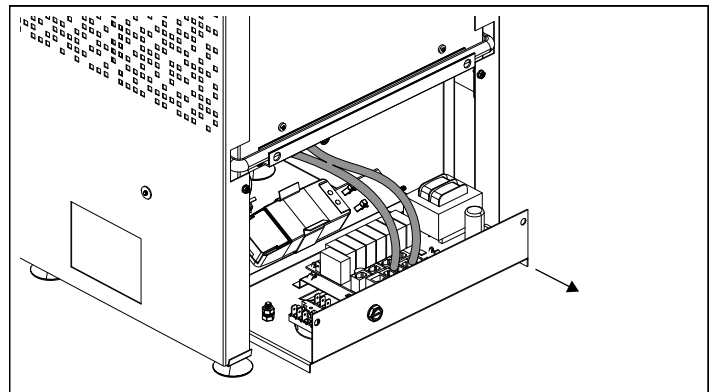
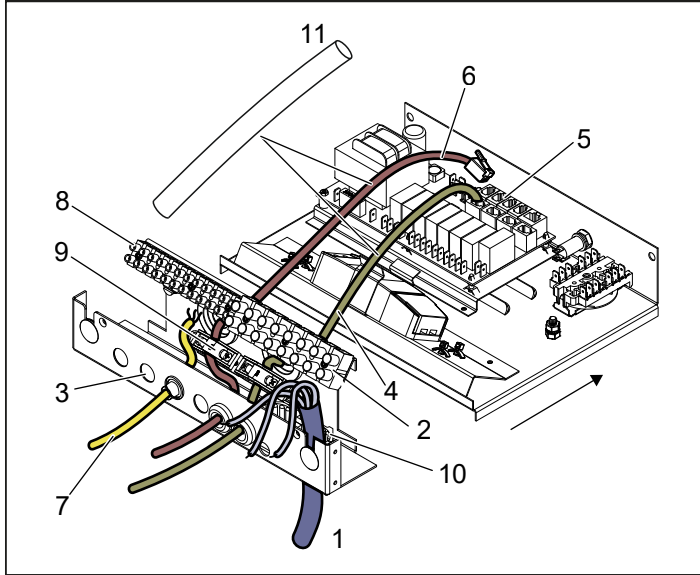
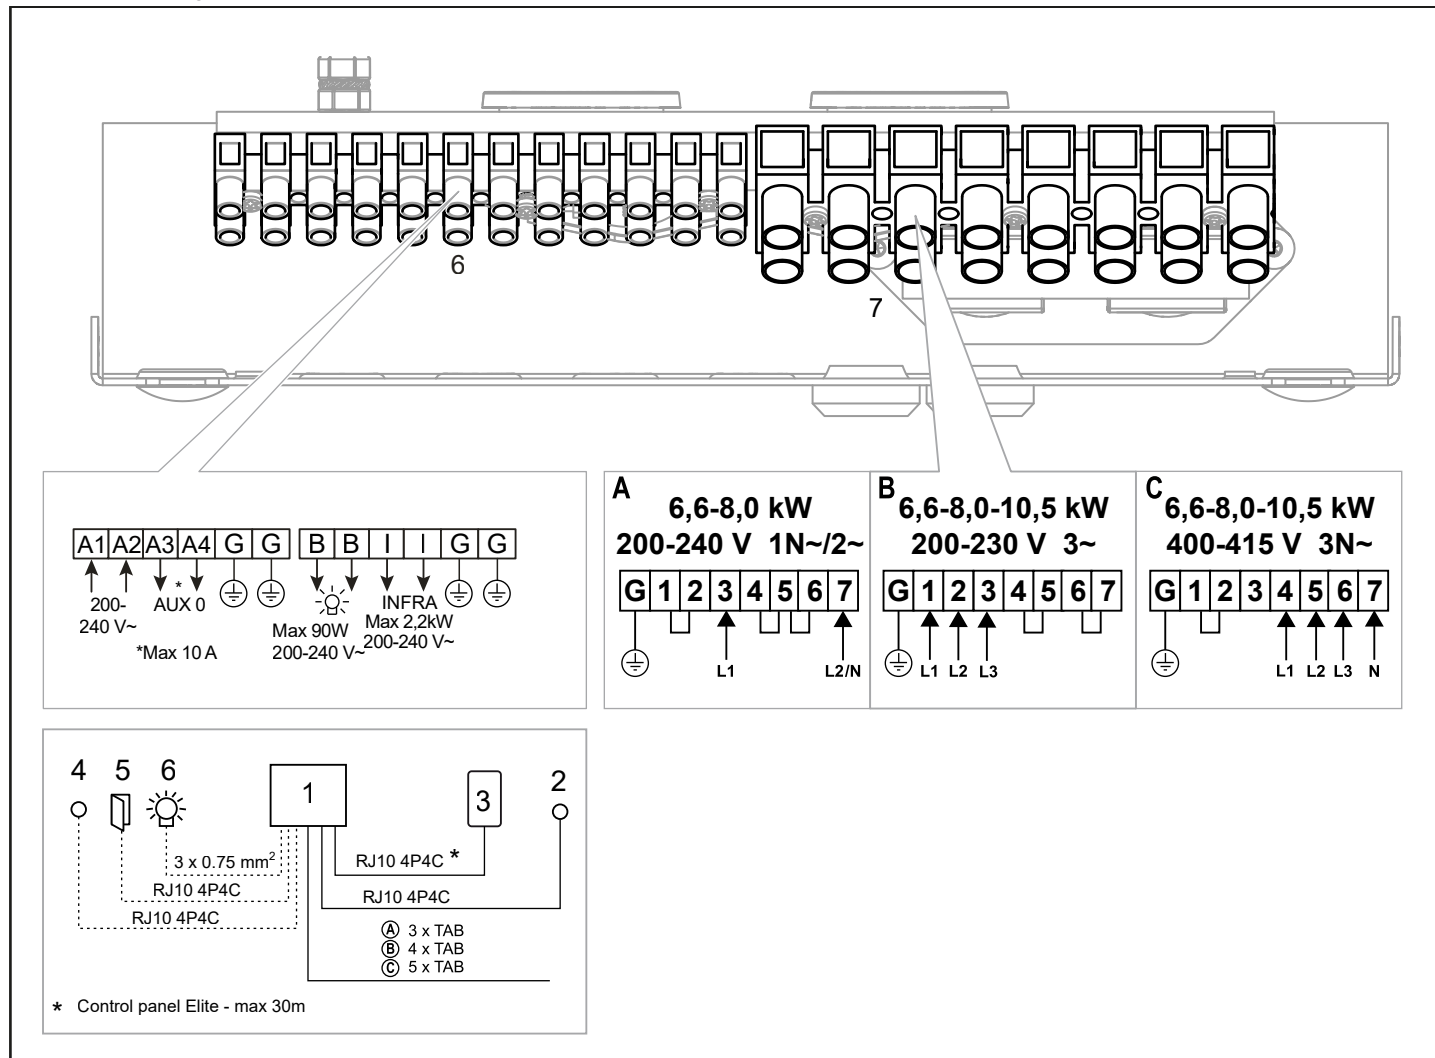
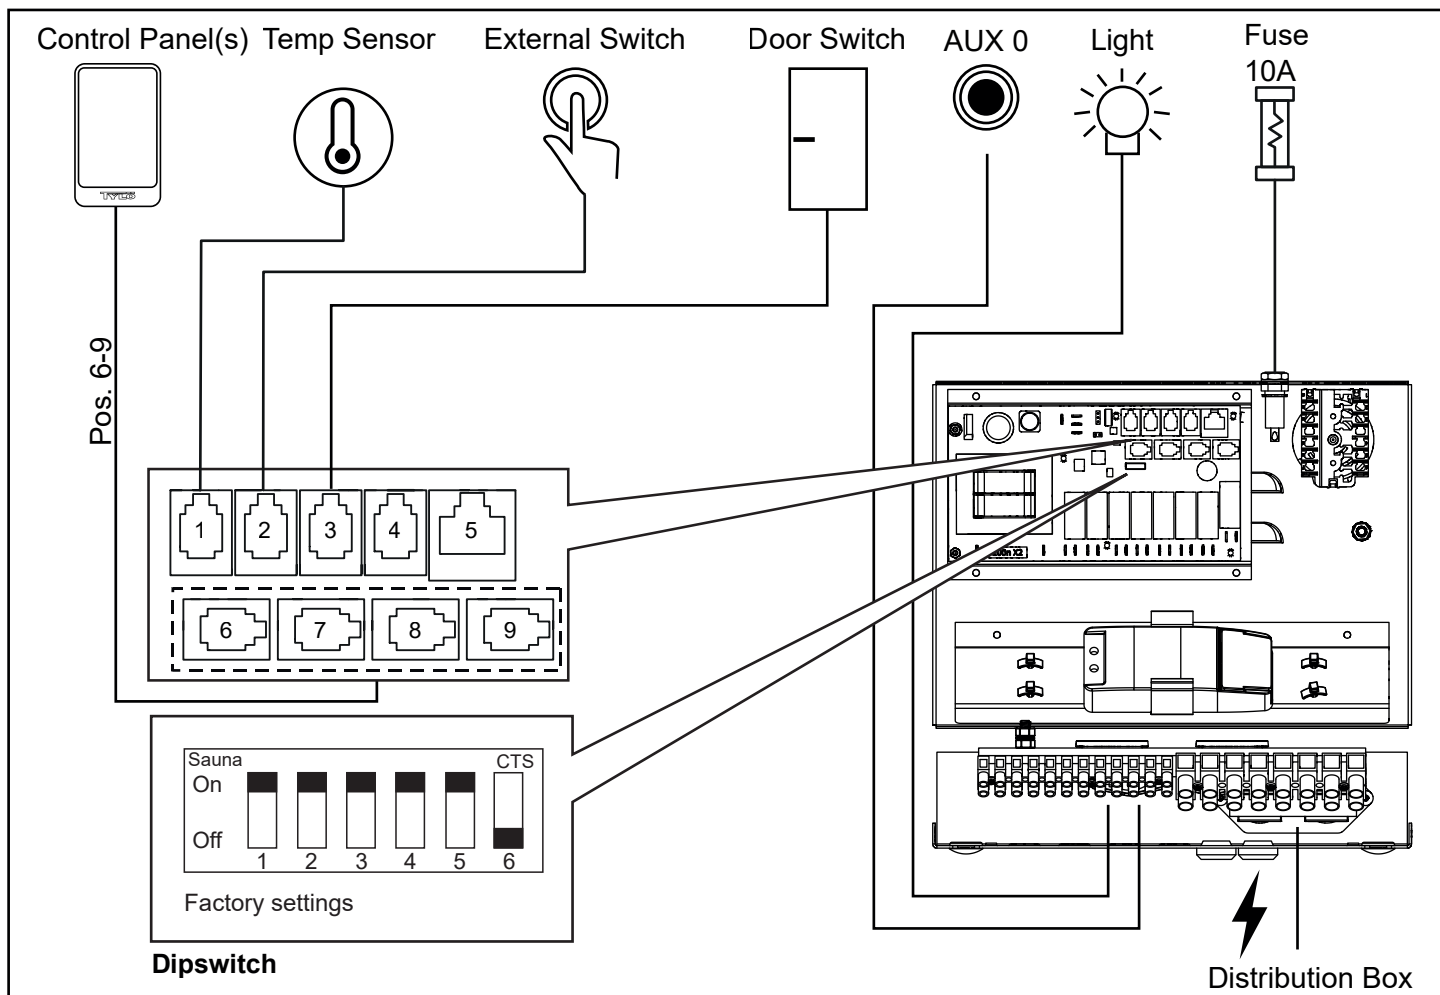

Fig 9: Dra ut lådan för lättare åtkomst
Fig 10: Eldosan
Fig 14: Kopplingschema
Fig. 15. Schematisk installation Crown Elite
3. Anslut elkabeln (se Fig 10) enligt kopplingschema (se Fig 14).
4. Dra kablar för manöverpanel och temperatursensor genom kabelgenomföringarna se fig 10. Anslut manöverpanelens kabel i en av de fyra RS485-kontakterna (position 6-9, se Fig 15).
5. Anslut sensor kabeln i NTC uttaget (position 1, fig 15). Dra ut lådan för att sträcka kablarna och spänn dragavlastningarna, se fig 9.
6. Anslut eventuell kabel till belysning och/eller IR-paneler, se Fig 10, till enligt kopplingsschema Fig 14.
Vid inkoppling till spänningar eller fas-tal, som inte anges i kopplingschema Fig 14, kontakta Tylö kundservice.